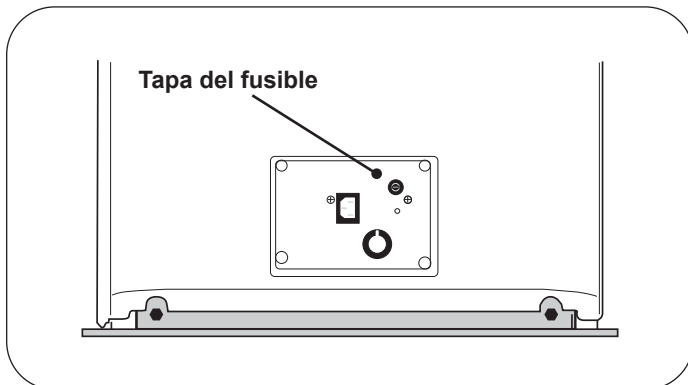

Figura 44. Tapa del fusible
3. Empuje la tapa del portafusibles con un destornillador de punta plana y gire 1/4 de vuelta hacia la izquierda para retirar la tapa y el fusible (Figura 44).